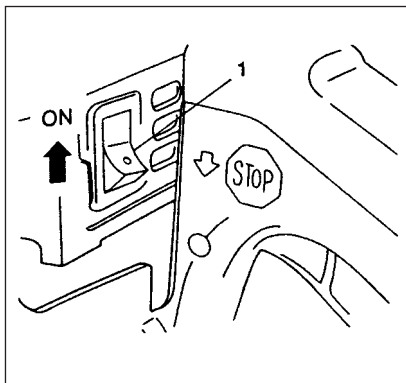

Fig. 2-2
#### Arranque do motor (Fig. 2-2, 2B, 3, 4, 4B)
1. Coloque o botão da ignição (1) na posição ON. (Fig. 2-2)